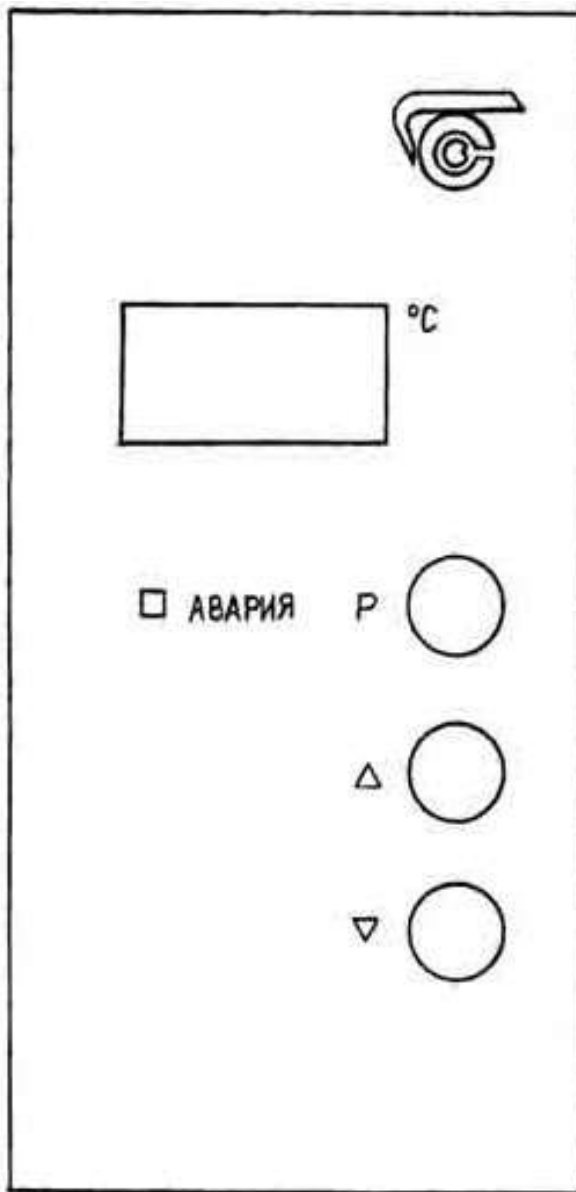

Рисунок 1 – Лицевая панель шкафа
8.3. Нажать клавишу «Р» на лицевой панели двери (рисунок 1), при этом на цифровом табло высветится заданная ранее температура в мигающем режиме, а в крайнем правом разряде цифрового индикатора высветится точка, что свидетельствует о возможности корректировки программы.